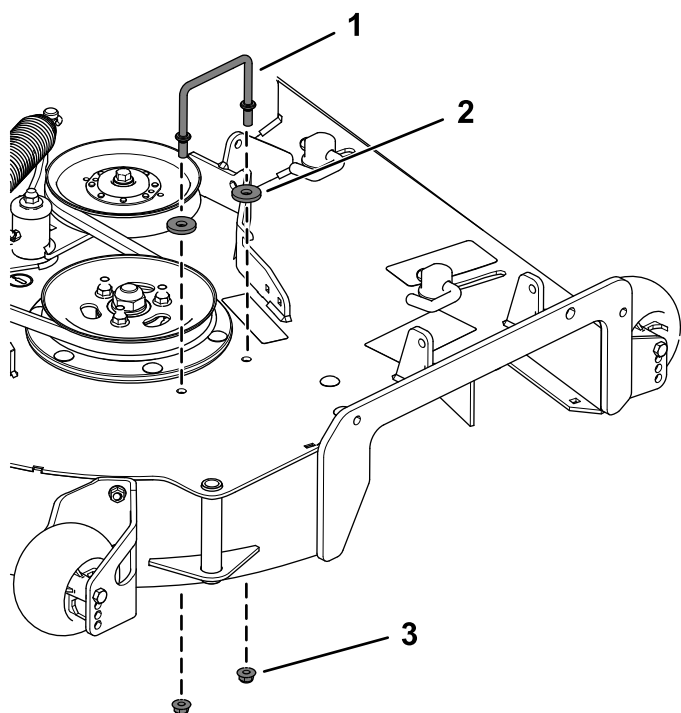

Figure 3
3. Déposez le support du couvercle de courroie droit existant (Figure 3).